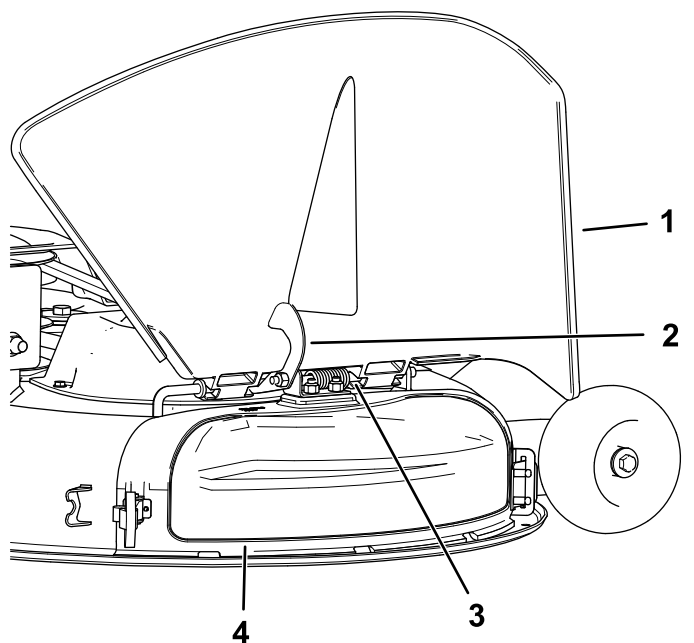

Figura 15
4. Solte o trinco em forma de gancho na parte superior da cobertura de descarga da haste de articulação (Figura 15).
5. Na parte superior da cobertura de descarga, engate o trinco em forma de gancho em torno da haste de articulação do conjunto do defletor (Figura 15).